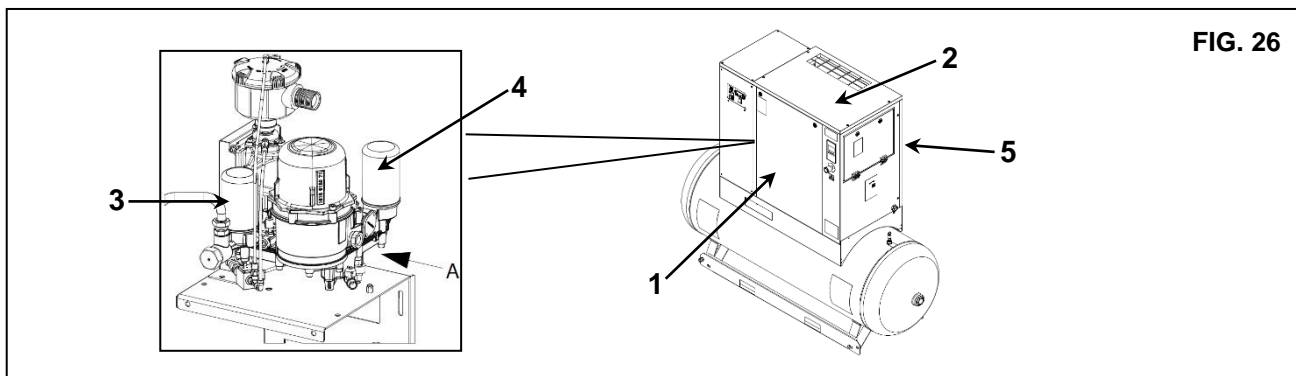

FIG. 26
- Ouvrir le panneau frontal Réf. 1 Fig. 26 avec la clé spéciale.
- Retirer le dispositif de protection fixe (capot de la machine) Réf. 2 Fig. 26 et Réf. 5 (Panneau arrière) Fig. 26
- Retirer le filtre de séparation d'huile Réf. 3 et filtre à huile Réf. 4 Fig. 26
- Fermer la protection fixe (capot de la machine) Réf. 2 Fig. 26 à nouveau, en utilisant les vis de sécurité appropriées et Réf. 5 (Panneau arrière) Fig. 26 également.